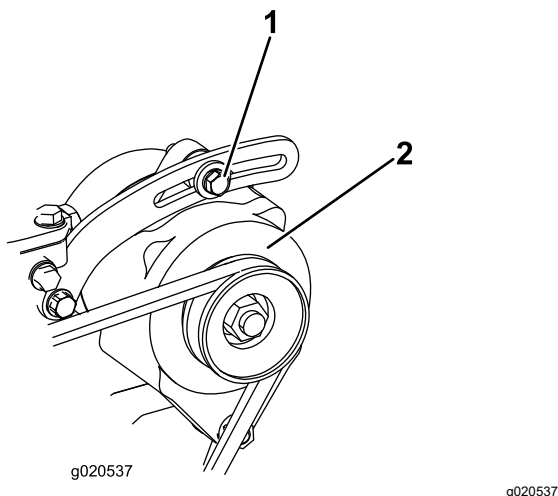

Figura 91
1. Se a deslocação obtida não for igual a 10 mm, deve desapertar os parafusos de montagem do alternador (Figura 91).